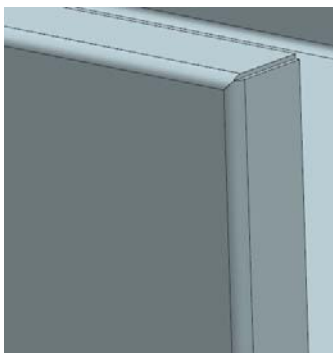

图 6-89 创建封闭拐角
(4) 单击  按钮,创建封闭拐角 1,如图 6-89 所示。